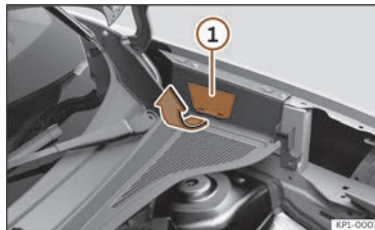

Abb. 63 Zwischen dem linken Kotflügel und dem Scharnier der Frontklappe: Abdeckung für manuelle Notentriegelung des Ladesteckers.
Der Ziehgriff für die manuelle Notentriegelung befindet sich auf der linken Seite im Motorraum oberhalb der Ladedose >>> (Abb. 63).
- Ziehen Sie an den Laschen der Abdeckung und schieben Sie die Abdeckung nach oben >>> (Abb. 63) ①, so dass der Griff zu sehen ist.